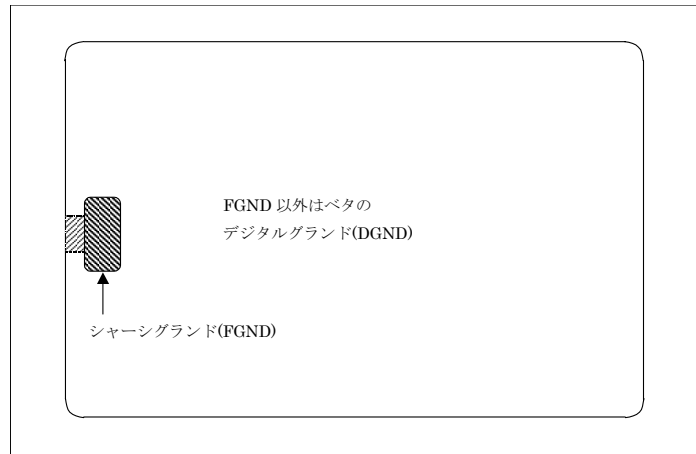

図1 M3A-0037 2層目
- ・ デジタルグランド (DGND) は、第 2 層にて USB コネクタ周辺を除き、すべてベタグランドとしています。次ページ図 1. を参照ください。